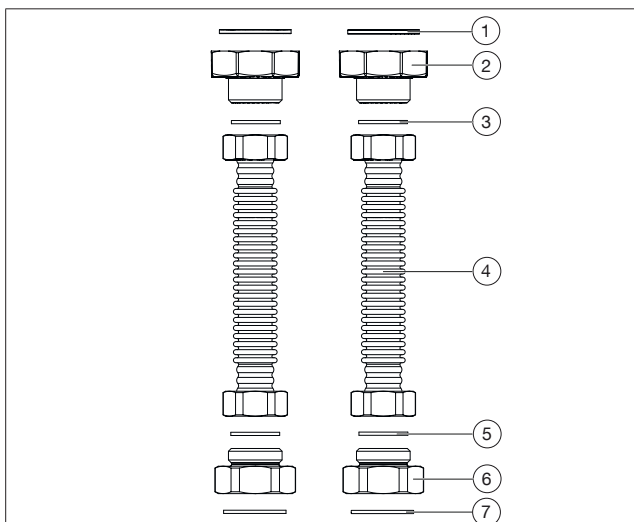
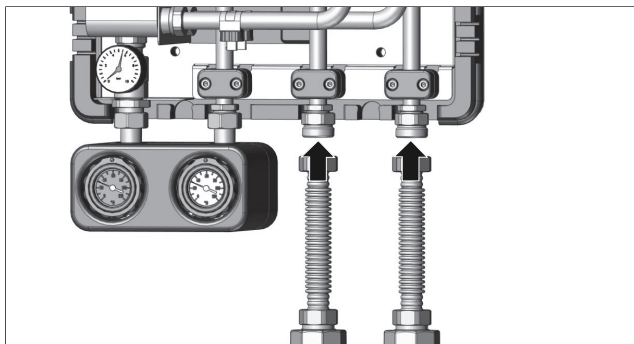

Abb. 29: Aufbau Verbindungsset
Abb. 30: Verbindungsrohr anschrauben (Anschluss unten)
- Setzen Sie die Dichtungen (siehe Abb. 29 auf Seite 25 (7)) in die Übergangsstücke (6).
- Schrauben Sie die Übergangsstücke (6) an die Hausübergabestation handfest an.
- Setzen Sie die Dichtungen (3) zwischen die Übergangsstücke (2) und die Edelstahlwellrohre (4) ein und ziehen Sie die Bauteile handfest an.
- Schrauben Sie die Edelstahlwellrohre (4) handfest an die Übergangsstücke (6). Siehe Abb. 30 auf Seite 25.
- Ziehen Sie alle Verschraubungen fest (entnehmen Sie die jeweiligen Drehmomente der Legende Abb. 29 auf Seite 25).